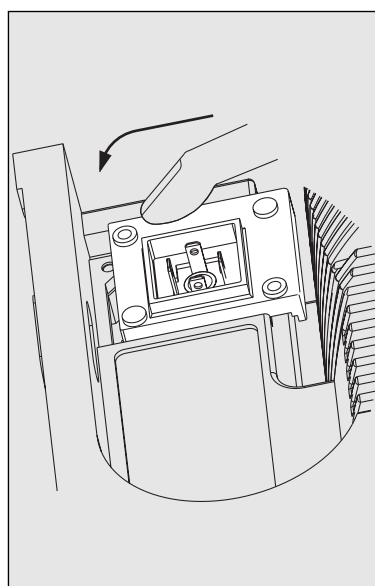

Fig. 18
- Insérez la carte relais avec l'angle supérieur du bord inférieur le long du rail au fond de la pompe à travers l'ouverture percée jusqu'à ce que le contact de la carte ait glissé dans le contact de la carte de commande (voir fig. 18 : test : l'extrémité de la carte ne bouge-t-elle plus dans les deux sens ?).